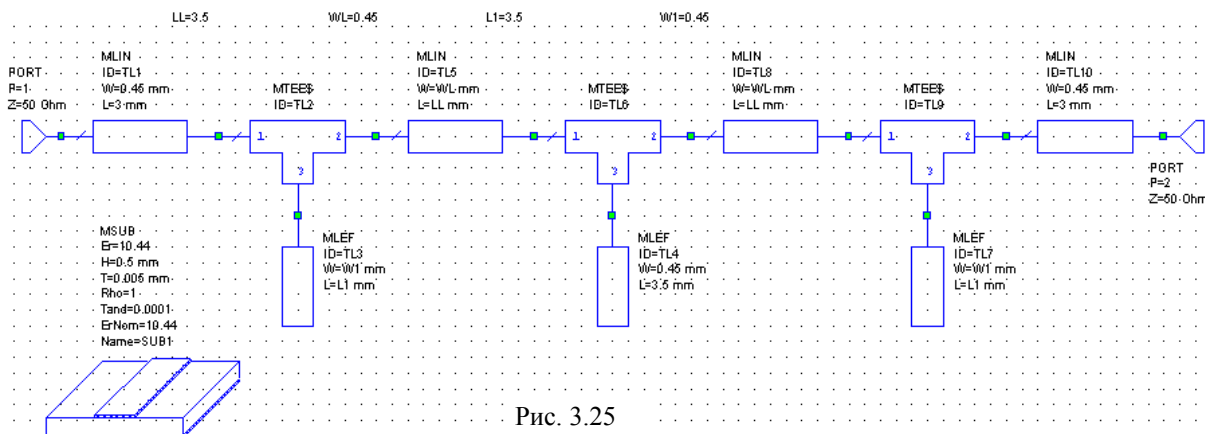

Рис. 3.25
5. Полученная схема показана на рис. 3.25.